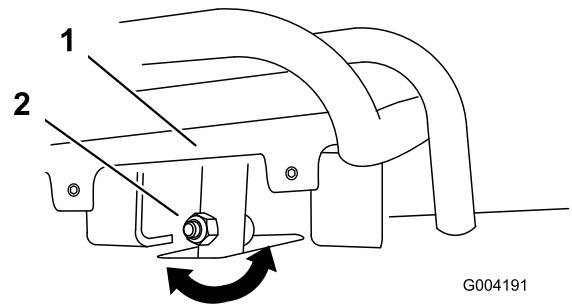
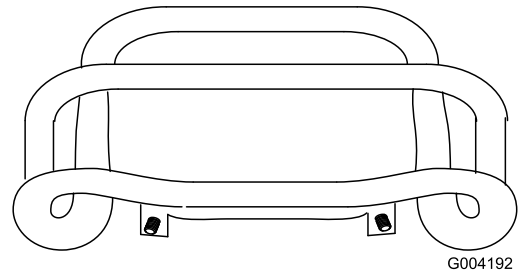

Figura 55
Figura 56
4. Si la parte delantera del control de tracción no queda enrasada con y paralela a la barra de referencia, afloje la tuerca con arandela prensada y el perno del tubo del control de tracción (Figura 55).
5. Ajuste el control de tracción hasta que quede enrasado con la barra de referencia al tirar de él hacia atrás del todo (Figura 55 y Figura 56).